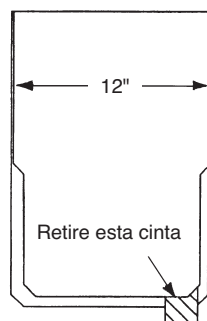

Figura 17-18: Shangle Ridge®.
5. Antes de clavar los clavos, asegúrese de eliminar la cinta protectora del sellador, que está entre las dos capas del remate (ver figura 17-18).